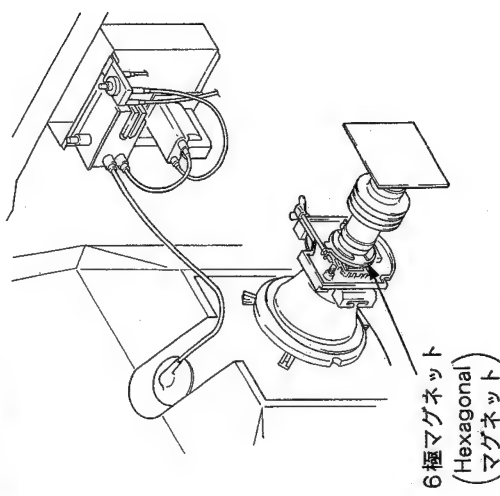

図 1-7
3. 6極アグネットを動かかし、水平静コンバーゼンスを補正する。(図1-7参照)
3. 6極アグネットを動かかし、垂直静コンバーゼンスを補正する。(図1-7参照)